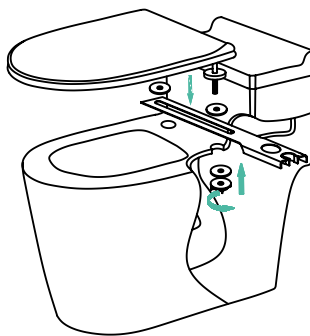

Рис. 3
3. Установите монтажную накладку смесителя на санитарно-техническое изделие (рис. 3), затем установите сиденье обратно на место и плотно зафиксируйте его. Монтажная накладка - универсальная: она позволяет разместить смеситель как с левой, так и с правой стороны от санитарно-технического изделия.